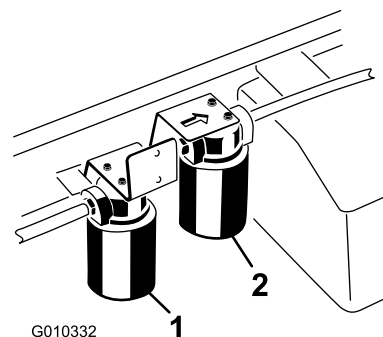

Figure 71
5. Placez un bac de vidange sous le filtre et enlevez le filtre (Figure 71).
4. Nettoyez la zone autour de la surface de montage du filtre du système grand débit (Figure 71).